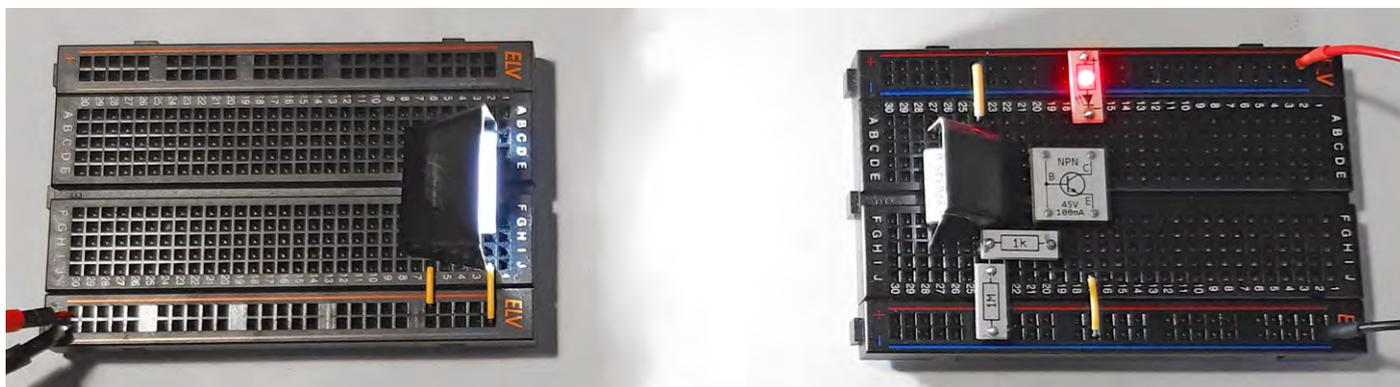

Bild 7: Optische Übertragungsstrecke
Nach dem Aufbau des Senders und Empfängers steht eine komplette optische Übertragungsstrecke zur Verfügung (siehe Bild 7). Diese kann z. B. als
Wird der Sender ein- und ausgeschaltet, kann die rote LED am Empfänger ferngesteuert ebenfalls ein- und ausgeschaltet werden. Damit steht eine einfache optische Fernsteuerung zur Verfügung (Bild 7).
- Welche Reichweite kann mit der Übertragungsstrecke nach Bild 7 erreicht werden?